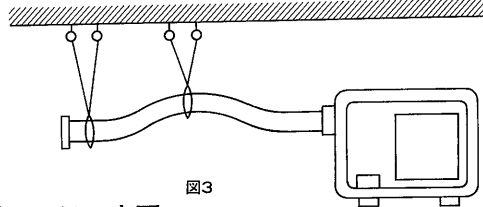

図3
- (III)延長ダクトは安定性がありませんので、針金等で天井から固定してください。〈1~2m間隔を目安にしてください。〉〈図3〉
- (IV)使用する長さに応じて適宜、切断してご使用してください。